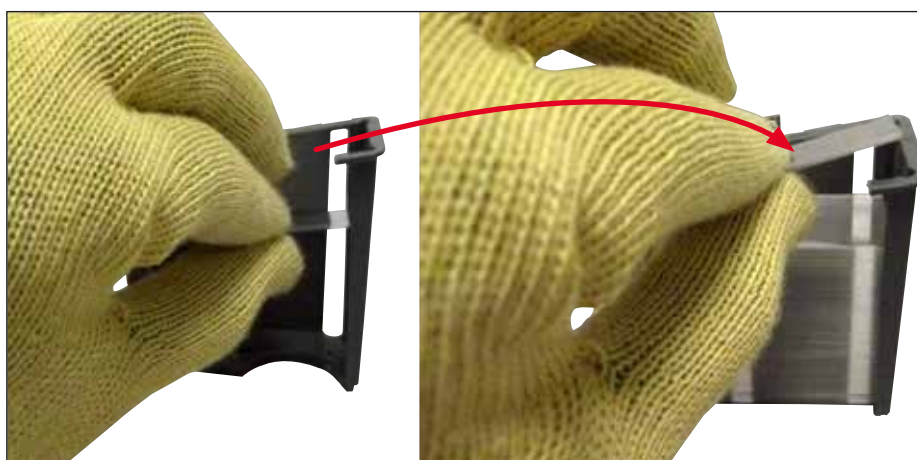

図 64
- カバーガラスを新しいマガジンに移すときは、カバーガラスの位置が正しくなるよう注意します (→ 図64)。